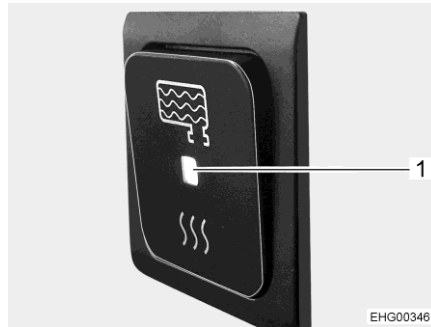

Bild 66 Till/från-brytare, påslagen
När till/från-brytaren på styrningen är påslagen (Bild 66), kopplas avloppstanksuppvärmesystemen automatiskt på så snart utetemperaturen faller under 0 °C. Avloppstanken är därmed skyddad mot frost.
- Tryck nedtill på till/från-brytaren. LED-indikatorn (Bild 66,1) lyser.
- Tryck uppåt på till/från-brytaren. LED-indikatorn (Bild 66,1) slocknar.